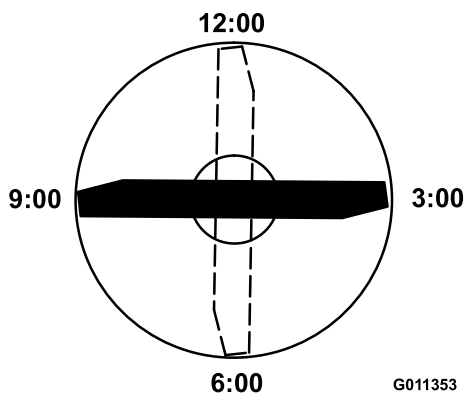

Рисунок 64
прямо по направлению скашивания) (Рисунок 64) и измерьте высоту от стола до режущей кромки ножа.
5. Поверните отмеченный конец ножа в положения «3 часа» и «9 часов» (Рисунок 64) и измерьте значения высоты.